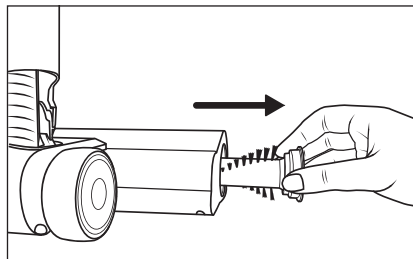

Fig. 27
- 3) Retirez le rouleau brosse **20** de la brosse de sol **21** (voir fig. 27).